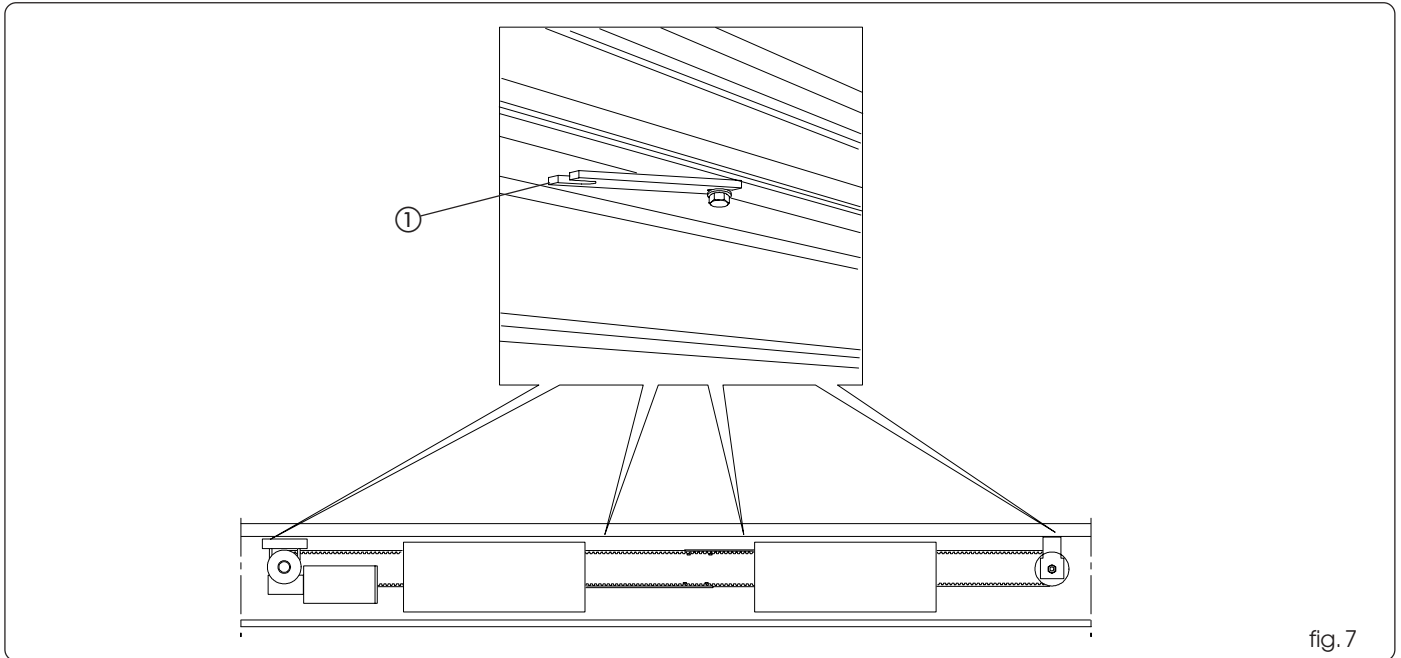

fig. 7
Desmonte el módulo de accionamiento aflojando las tuercas de las placas de fijación y quitando sólo una tuerca para cada placa (fig. 7 ref. ①).